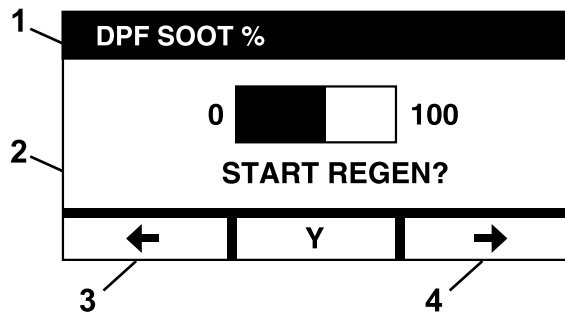

Figura 15
- Seleccione Y (yes/sí) en la pantalla Iniciar Regeneración para confirmar el proceso de regeneración (Figura 15).